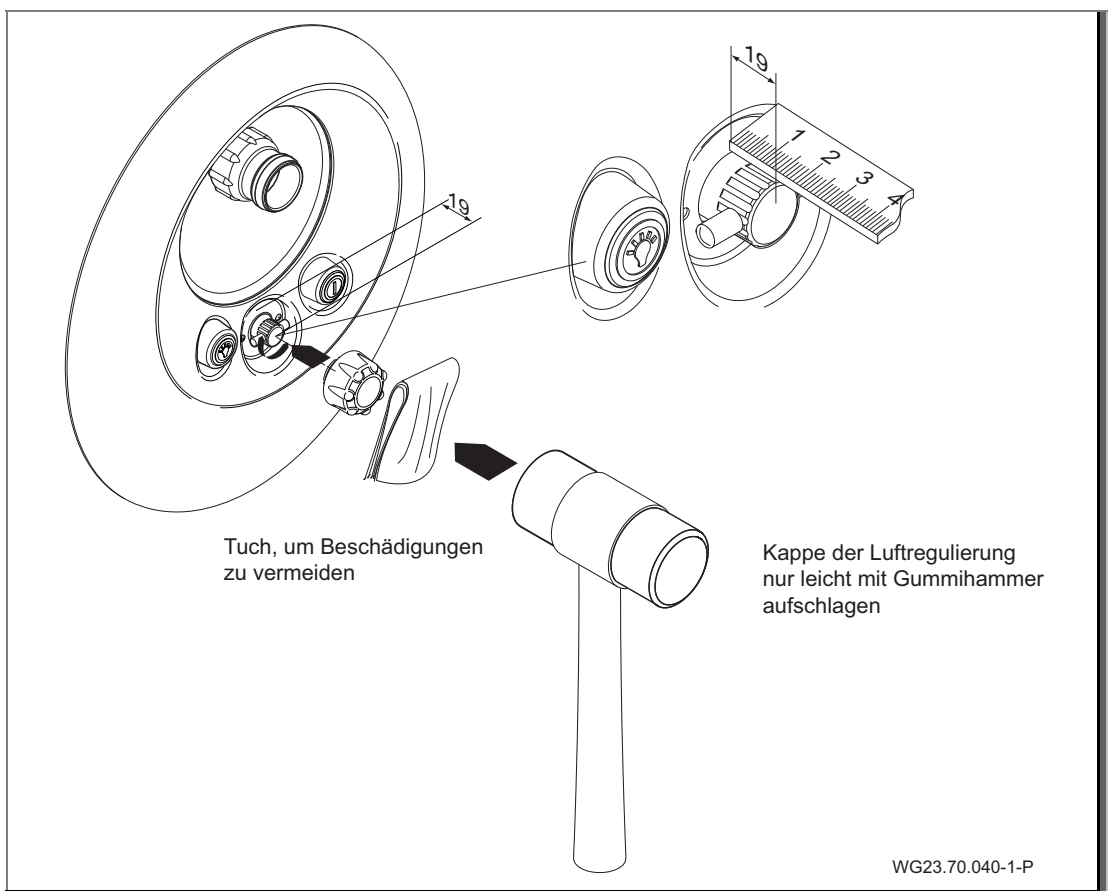

Abb. 21
- Kappe für Luftregulierung (21) befestigen. (Abb. 21)
- Jet-Pumpe (92) mit der halben Verschraubung (98, 99, 100), dem Gummiwinkel (79) und den dazugehörigen Klemmen (75) saug- und druckseitig am Einbaugeschäuse (1) anschließen.